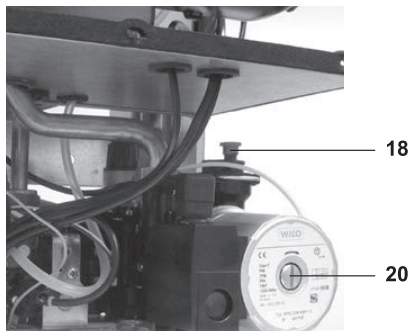

Рисунок 6.1
- Ослабьте пробку автоматического воздуховыпускного клапана 18, см. Рисунок 6.1.
- Снимите пробку 20 (см. Рисунок 6.1) и разблокируйте насос, провернув ротор отверткой. Во время этой операции выпустите воздух из насоса.